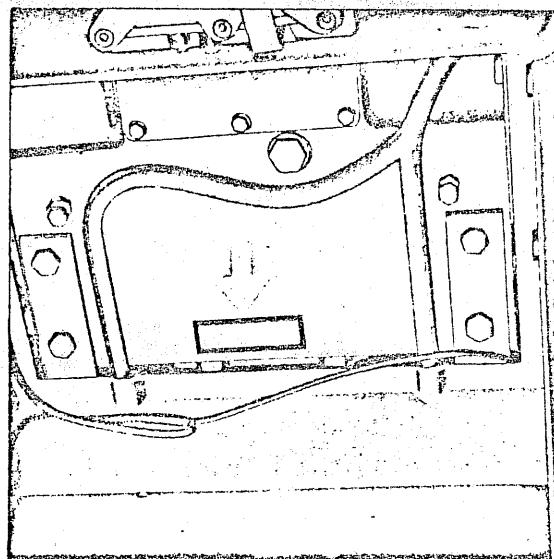

Fig. 2
N. DELLA TRATTRICE: stampigliato in alto sulla parte posteriore del corpo trattrice (visibile togliendo il cuscino) Fig. 2.
NUMÉRO DU TRACTEUR: frappé à froid en haut sur la partie postérieure du corps du tracteur (visible en enlevant le coussin du siège). Voir figure 2.
NR. DES SCHLEPPERS: markiert oben auf der Rückseite des Schleperkörpers (sichtbar bei Abnahme des Kissens). Bild 2.